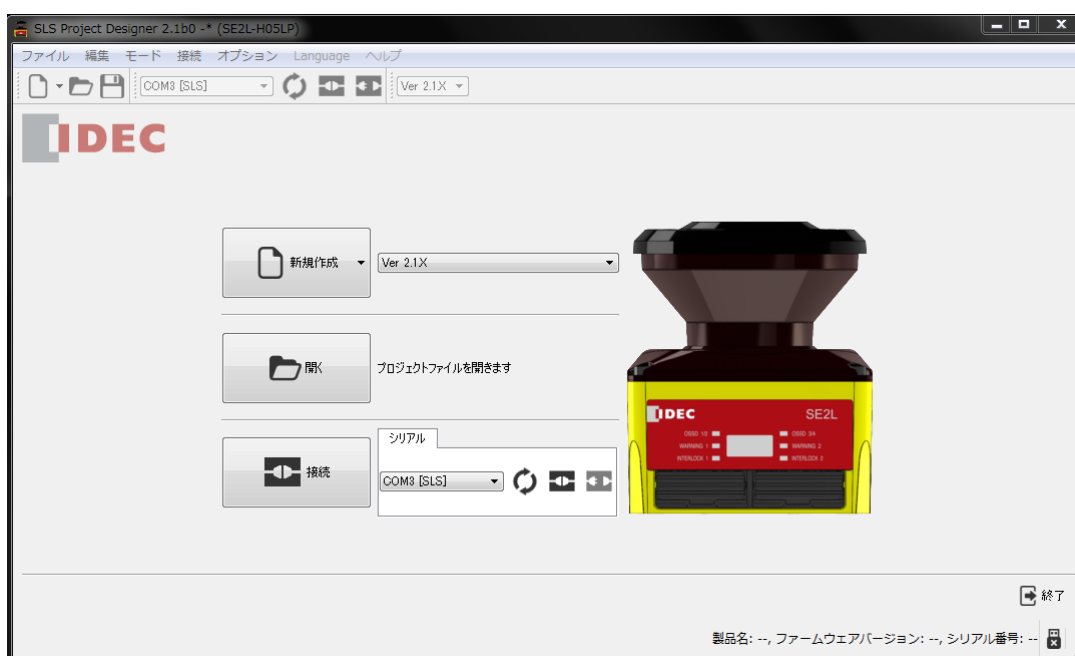

図7-17 メインウィンドウ
- SLS Project Designerを起動すると、図7-17に示すようなメインウィンドウが表示されます。